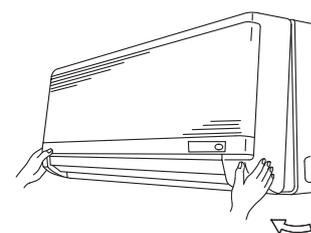

Fig. 3-24
- (6) Rimuovere la griglia. (Fig. 3-24)